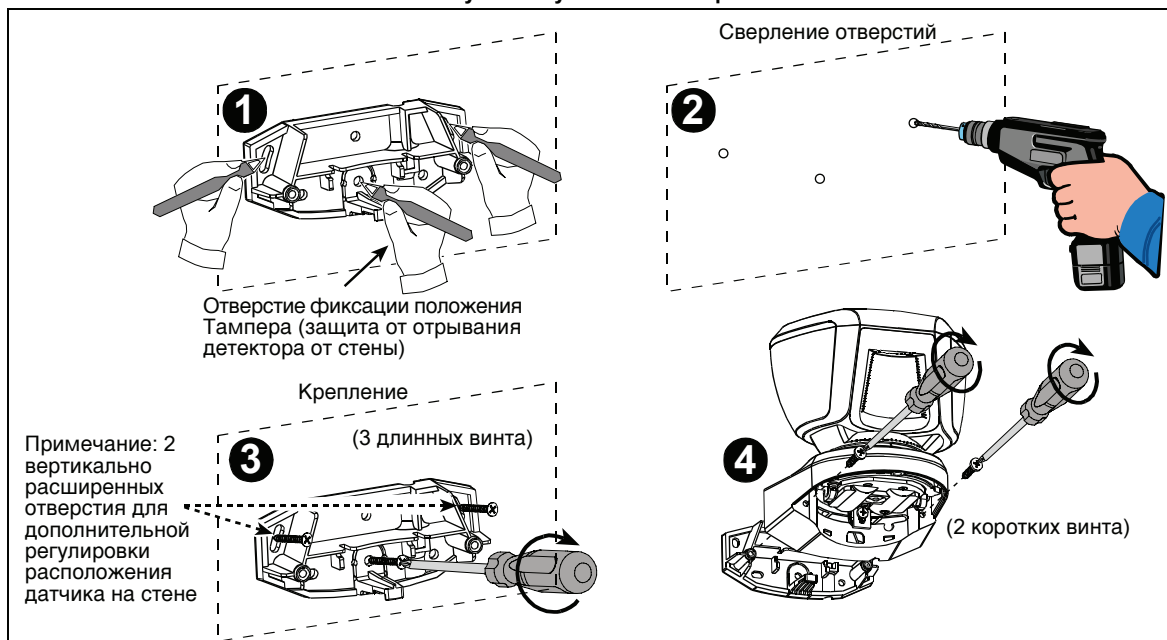

Рисунок 4 – установка
A. Закрепите крепежный кронштейн (см. Рис. 4) и зафиксируйте детектор на ровной стене или столбе. Неподвижная часть кронштейна должна ровно прилегать к крепежной поверхности, и должна быть правильно ориентирована по вертикальной и горизонтальной плоскостям при помощи специального уровня.
C. Закрепите детектор на неподвижном кронштейне (см. рис. 4 шаг 4).